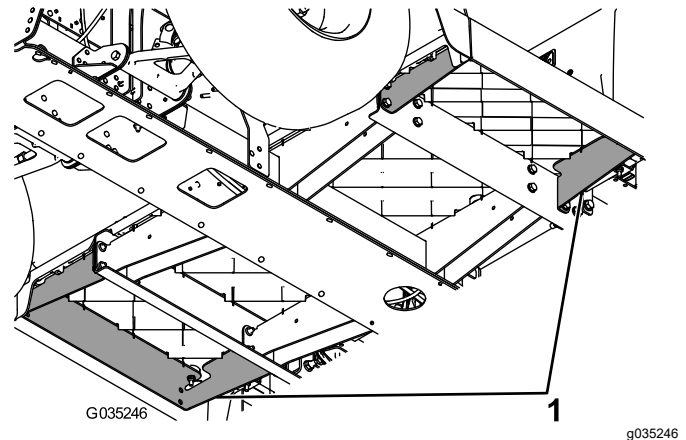

Figura 4
3. Retire uno de los soportes existentes de la chapa de suelo (Figura 4).
5. Retire el otro soporte existente de la chapa de suelo (Figura 4).